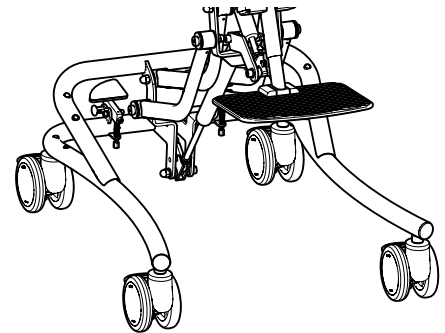
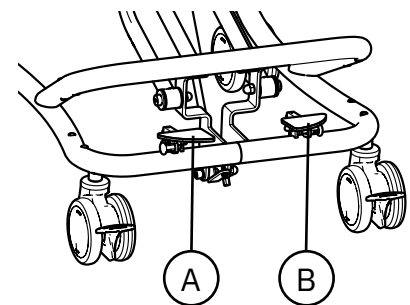
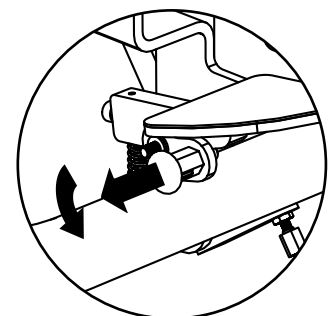

Abb. 5.44. Rahmen mit High-Low-Funktion.
Abb. 5.45. Fußpedale zur Einstellung von Sitzhöhe und Sitzneigung.
Abb. 5.46. Pedalsperrfunktion.
Der Rahmen verfügt über eine individuelle Bremse an jeder Lenkrolle sowie über eine eingebaute Einstellung für Sitzhöhe und Sitzwinkelfunktion, siehe Abb. 5.44. Sitzhöhe (A) und Sitzwinkelfunktion (B) werden mithilfe von hinten am Rahmen montierten Pedalen eingestellt, siehe Abb. 5.45. Die Pedalen sind auch mit einer integrierten Verriegelungsfunktion versehen, siehe Abb. 5.46.